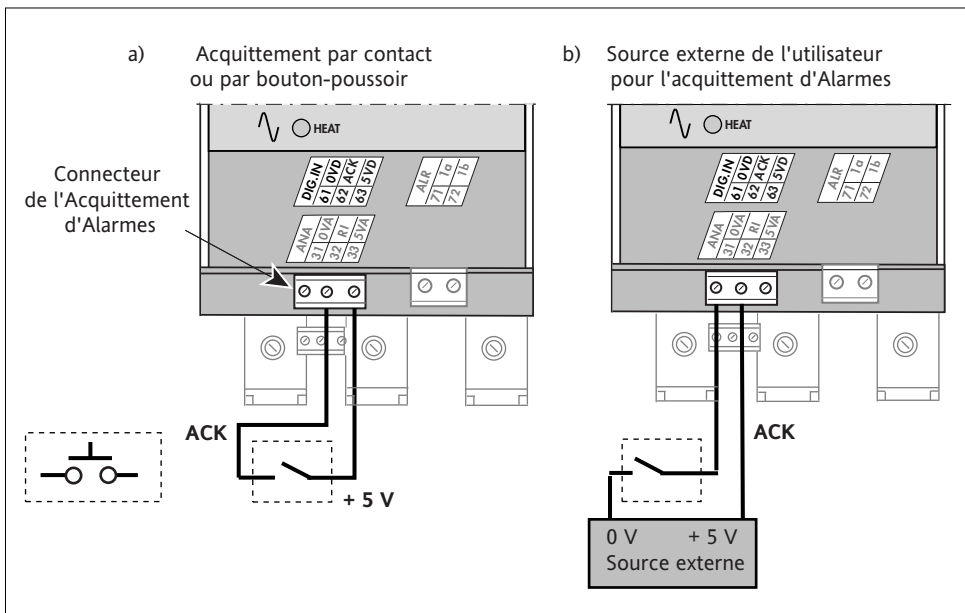

Figure 2-15 Exemple de branchement du contact externe de l'acquiescement d'alarmes
- en reliant par un contact la borne 63, désignée **5VD** (sortie + 5 V utilisateur) à l'entrée **ACK** (voir figure 2-15,a)
- en utilisant une source de 5 V **externe** appliquée entre les bornes **0VD** et **ACK** (voir figure 2-15,b).